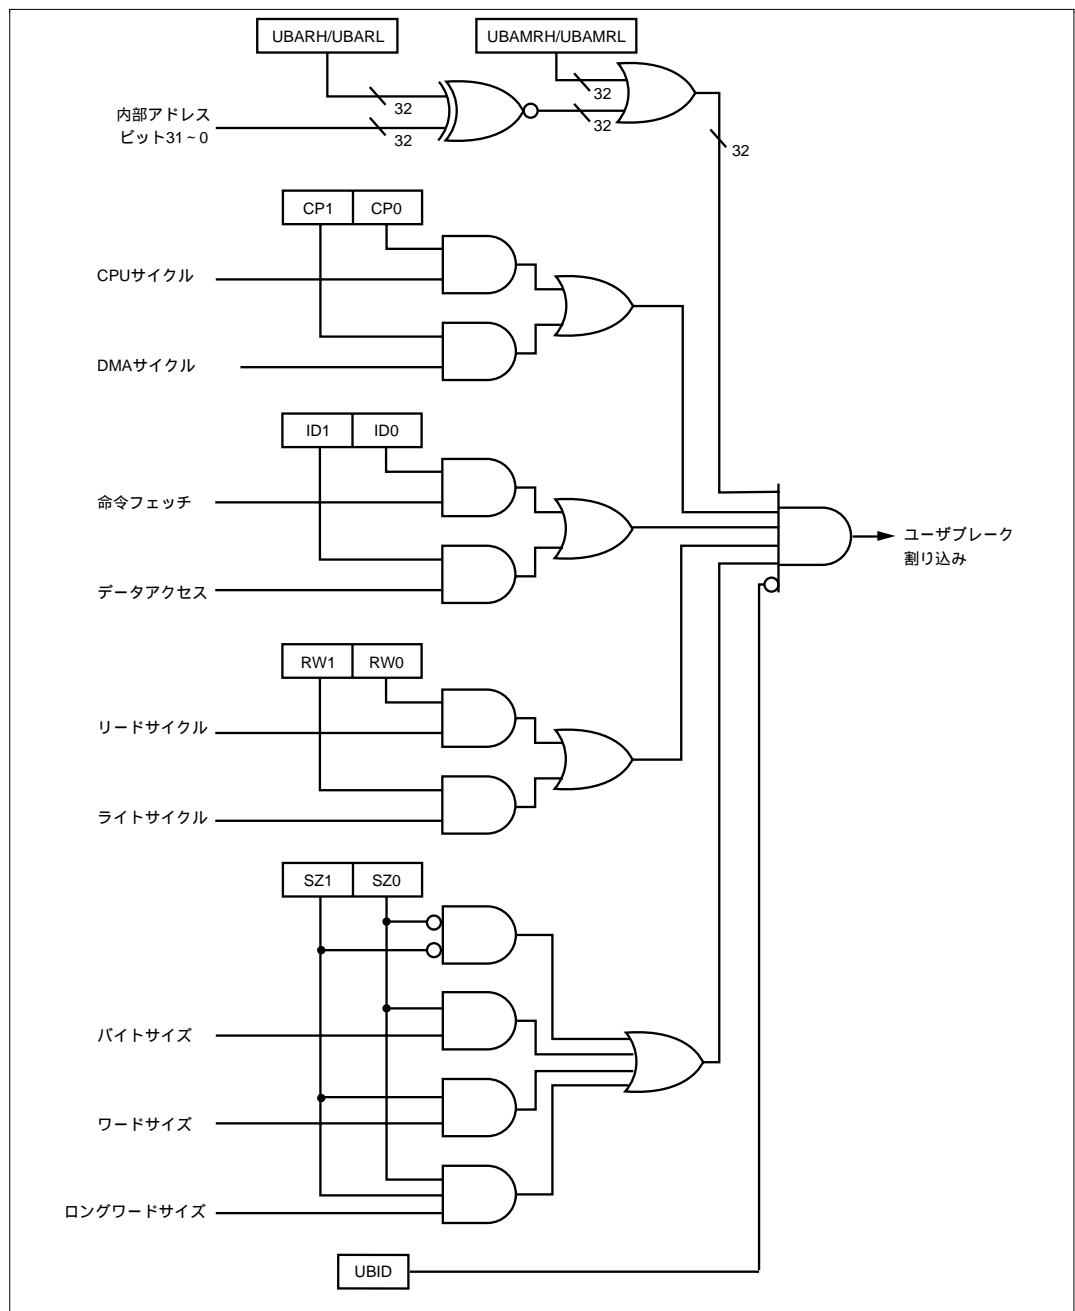

図 7.2 ブ레이크条件判定方式
- (1) ブレーク条件のうち、ユーザブレークアドレスをユーザブレークアドレスレジスタ (UBAR)、アドレスの中のマスクしたいビットをユーザブレークアドレスマスクレジスタ (UBAMR)、ブレークするバスサイクルの種類をユーザブレークバスサイクルレジスタ (UBBR) に設定してください。UBBR の CPU サイクル / DMA サイクルセレクトビット (CP1、CP0)、命令フェッチ / データアクセスセレクトビット (ID1、ID0)、リード / ライトセレクトビット (RW1、RW0) のいずれか 1 組でも 00 (ユーザブレーク割り込みは発生させない) にセットされていると、他の条件が一致してもユーザブレーク割り込みは発生しません。ユーザブレーク割り込みを使用したいときは、必ずこれら 3 組のビットすべてに条件を設定してください。
- (2) UBC は、設定した条件が成立したかどうかを図 7.2 に示す方式で判定します。ブレーク条件が成立すると、UBC は割り込みコントローラ (INTC) に、ユーザブレーク割り込み要求信号を送ります。同時に条件一致信号を $\overline{UBCTR\overline{G}}$ 端子に CKS1,0 ビットで設定されたパルス幅で出力します。
- (3) ユーザブレーク割り込み要求信号を受け取ると、INTC は優先順位の判定を行います。ユーザブレーク割り込みは優先レベル 15 なので、ステータスレジスタ (SR) の割り込みマスクビット (I3 ~ I0) がレベル 14 以下のとき、受け付けられます。I3 ~ I0 ビットがレベル 15 のとき、ユーザブレーク割り込みは受け付けられませんが、受け付けられるようになるまで保留されます。したがって、NMI 例外処理では、I3 ~ I0 ビットはレベル 15 になりますので、NMI 例外サービスルーチン中はユーザブレーク割り込みは受け付けられません。ただし、NMI 例外サービスルーチンの先頭で I3 ~ I0 ビットをレベル 14 以下に変更すれば、それ以後ユーザブレーク割り込みが受け付けられるようになります。優先順位判定については、「6. 割り込みコントローラ」を参照してください。
- (4) INTC は、ユーザブレーク割り込みの要求信号を CPU に送ります。これを受け取ると、CPU はユーザブレーク割り込み例外処理を開始します。割り込み例外処理については、「6.4 動作説明」を参照してください。